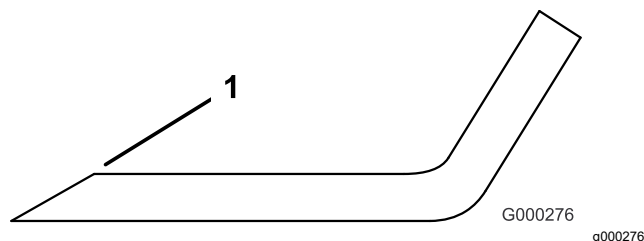

**Figure 131**
2. Examinez attentivement les tranchants de la lame, particulièrement au point de rencontre de la partie plane et de l'ailette (Figure 131).
**Remarque:** Le sable et les matières abrasives peuvent éroder le métal à cet endroit, c'est pourquoi il est important de contrôler l'état de la lame avant d'utiliser la tondeuse. Remplacez la lame si elle vous semble usée (Figure 131).